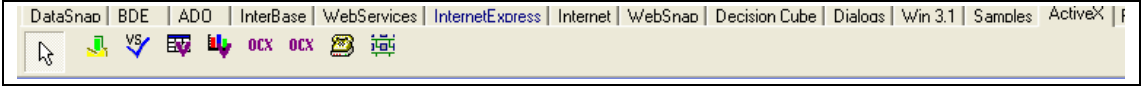

图 3 Activex 页面控件
->"确定"->"Yes"。这时在工具条的"Activex"页就增加了像电话一样的图标(如图 3 所示)。我可以将其拖拽到对话框上,进行相关编程。